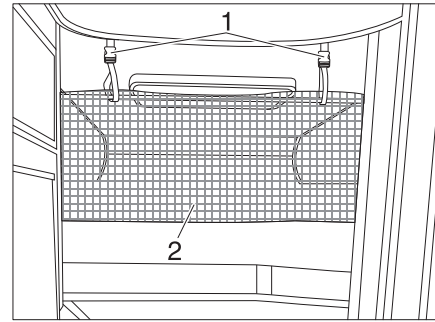

Fig. 163 Filet de sécurité
Le filet de sécurité (Fig. 163,2) de série est rangé entre le matelas et le sommier à lattes. Ne tendre le filet de sécurité qu'une fois que la personne se trouve dans le lit.
- Faire s'enclencher les sangles de retenue (Fig. 163,1) dans les œillets du plafond.